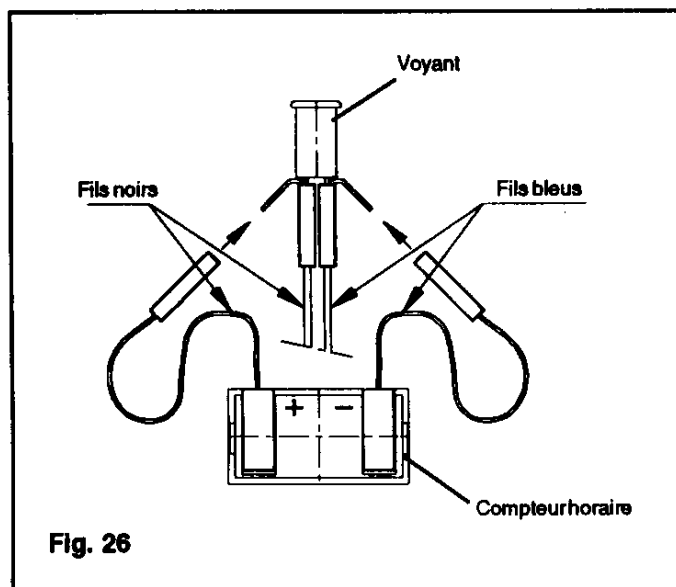

Fig. 26
- Brancher les fils électriques des compteurs sur les languettes disponibles des voyants de marche de chaque allure brûleur (voir figure 26),